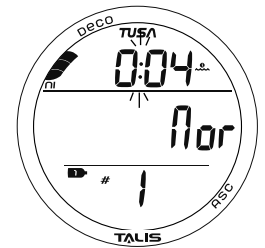

Abb. 78 - NORM-OBERFLÄCHEN-HAUPTDISPLAY (< 10 Min nach dem Auftauchen)
**NORM-Oberflächen-Hauptdisplay**, Informationen beinhalten (Abb. 78):